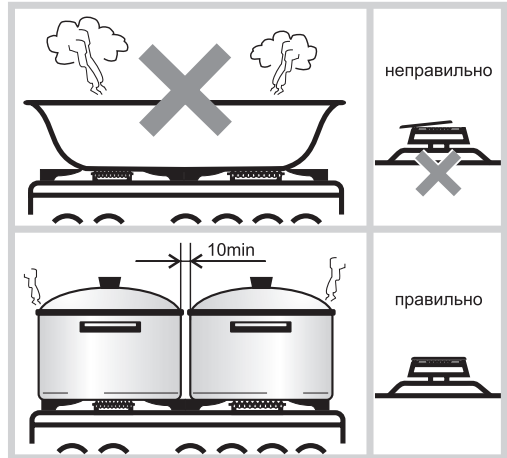

Рис.20
- Размеры посуды (см. табл. 4 и рис. 20) и режим работы горелок нужно выбирать таким образом, чтобы пламя не выходило за края и не «лизало» боковые стенки.
- Запрещается устанавливать на решетки какие-либо дополнительные рассекатели пламени и пользоваться горелками со смещенными крышечками (рис. 20).